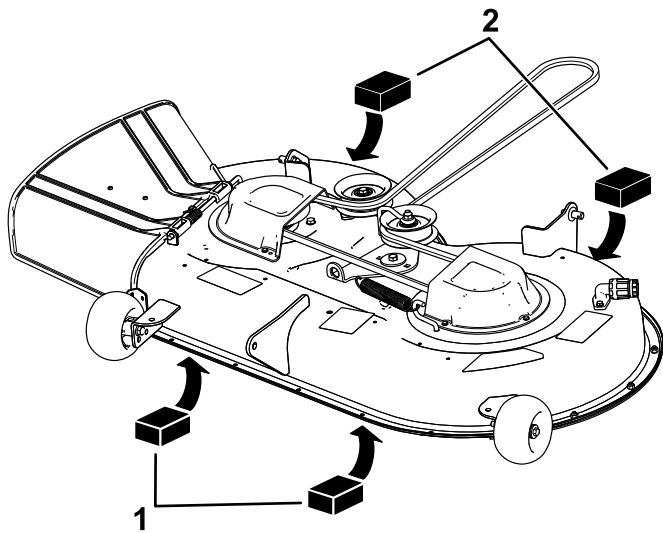

Bild 65
4. Legen Sie zwei 6,6 cm dicke Blöcke an jeder Seite unter die vordere Kante des Mähwerks, jedoch nicht unter die Halterungen der Antiskalpierrollen (Bild 65).
5. Legen Sie zwei 7,3 cm dicke Blöcke unter die hintere Kante des Mähwerks, einen an jeder Seite des Mähwerks (Bild 65).